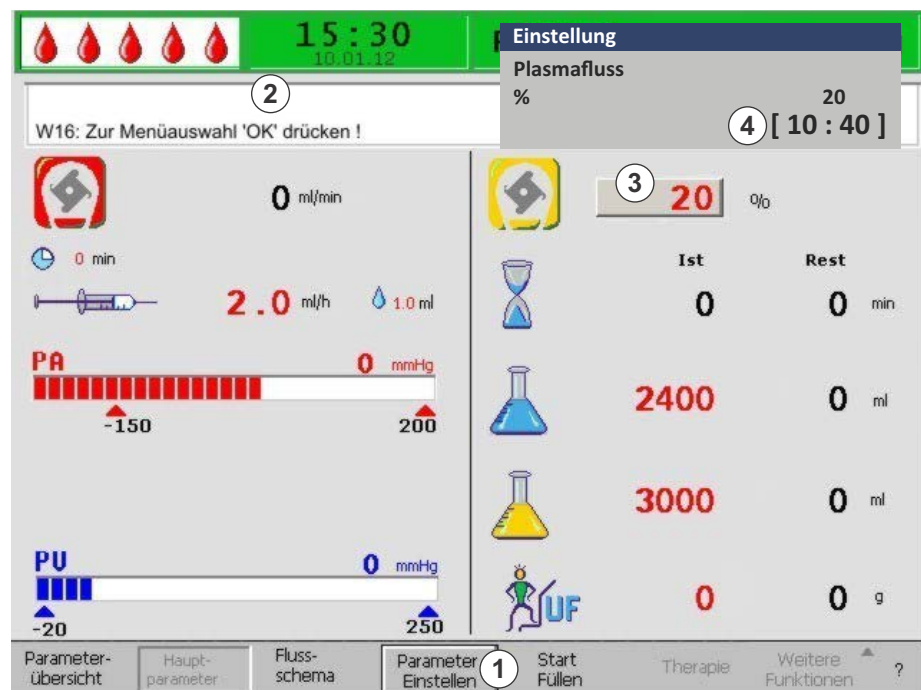

Abb. 2-18 Parameterauswahl im Bildschirm *Hauptparameter*
1. Mit Hilfe des Drehknopfes den Punkt *Parameter einstellen* (Abb. 2-18, ①) in der Menüleiste auswählen und *Enter*-Taste drücken.
- ↪ Alle änderbaren Parameter werden rot dargestellt (Abb. 2-18).
- ↪ In der Alarm-/Hinweiszeile erscheint der Hinweis *W16: Zur Menüauswahl 'OK' drücken !* (②), um anzuzeigen, dass die *OK*-Taste zum Beenden der Parametereinstellung gedrückt werden muss.
- ↪ Das aktuell ausgewählte Feld mit dem Parameterwert wird erhoben (wie nicht gedrückt) mit einem grauen Hintergrund dargestellt (Abb. 2-18, ③). Der Bereich für die Parametereinstellung wird im erscheinenden Fenster *Einstellung* angezeigt (④). Ist ein Parameter relevant für die Patientensicherheit, wird der aktuell eingestellte Wert über dem Einstellungsbereich angezeigt.